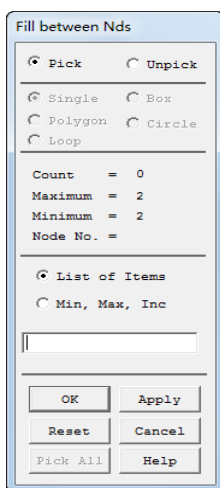
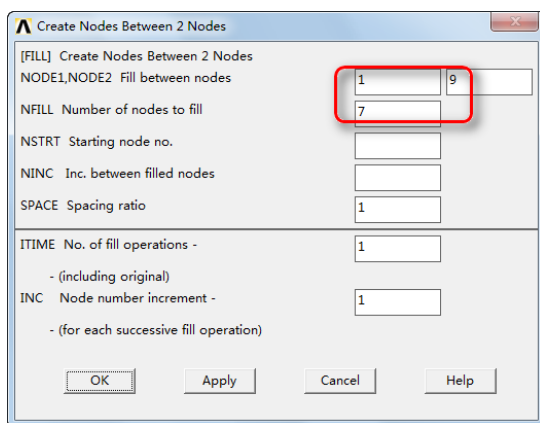

图 13-21 “Fill between Nds”拾取菜单
图 13-22 在两节点之间创建节点对话框
⑬插入新节点：Main Menu > Preprocessor > Modeling > Create > Nodes > Fill between Nds，弹出“Fill between Nds”拾取菜单，如图 13-21 所示。用鼠标在屏幕上单击拾取编号为 1 和 9 的两个节点，单击“OK”按钮，弹出“Create Nodes Between 2 Nodes”对话框。单击“OK”按钮接受默认设置，如图 13-22 所示。